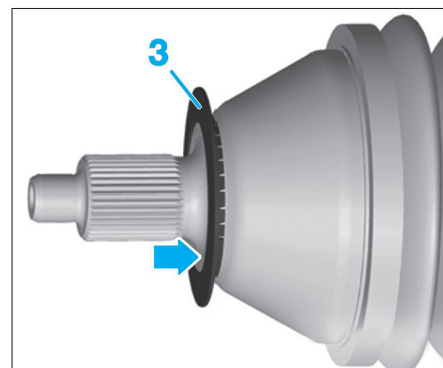

FIG. 51
- Veiller impérativement à ce que le joint déflecteur (3) soit complètement agrafé dans le joint extérieur (Fig.51).